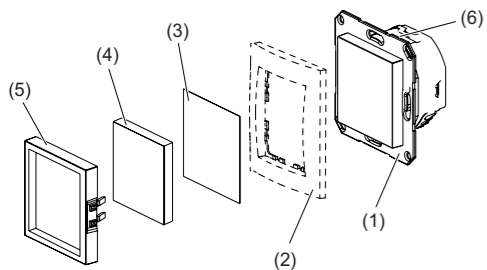
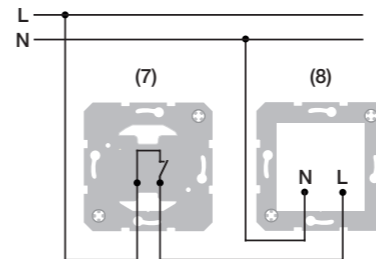

Figure 1
Figure 2 : exemple de raccordement de l'éclairage de signalisation par LED, éclairage blanc
- Câbler l'éclairage de signalisation par LED avec un interrupteur 2 directions (7) (figure 2).
- Monter le mécanisme (8) dans une boîte d'encastrement. Les bornes de raccordement doivent se trouver en bas
- Compléter l'éclairage de signalisation par LED (figure 1)
- Positionner la plaque de recouvrement (2) au-dessus de la bague support du mécanisme (1)
- Placer un film (3) sous le capot si nécessaire
- Enficher le capot (4) sur le mécanisme jusqu'à ce qu'il s'encliquête
- Enclencher l'enjoliveur (5)